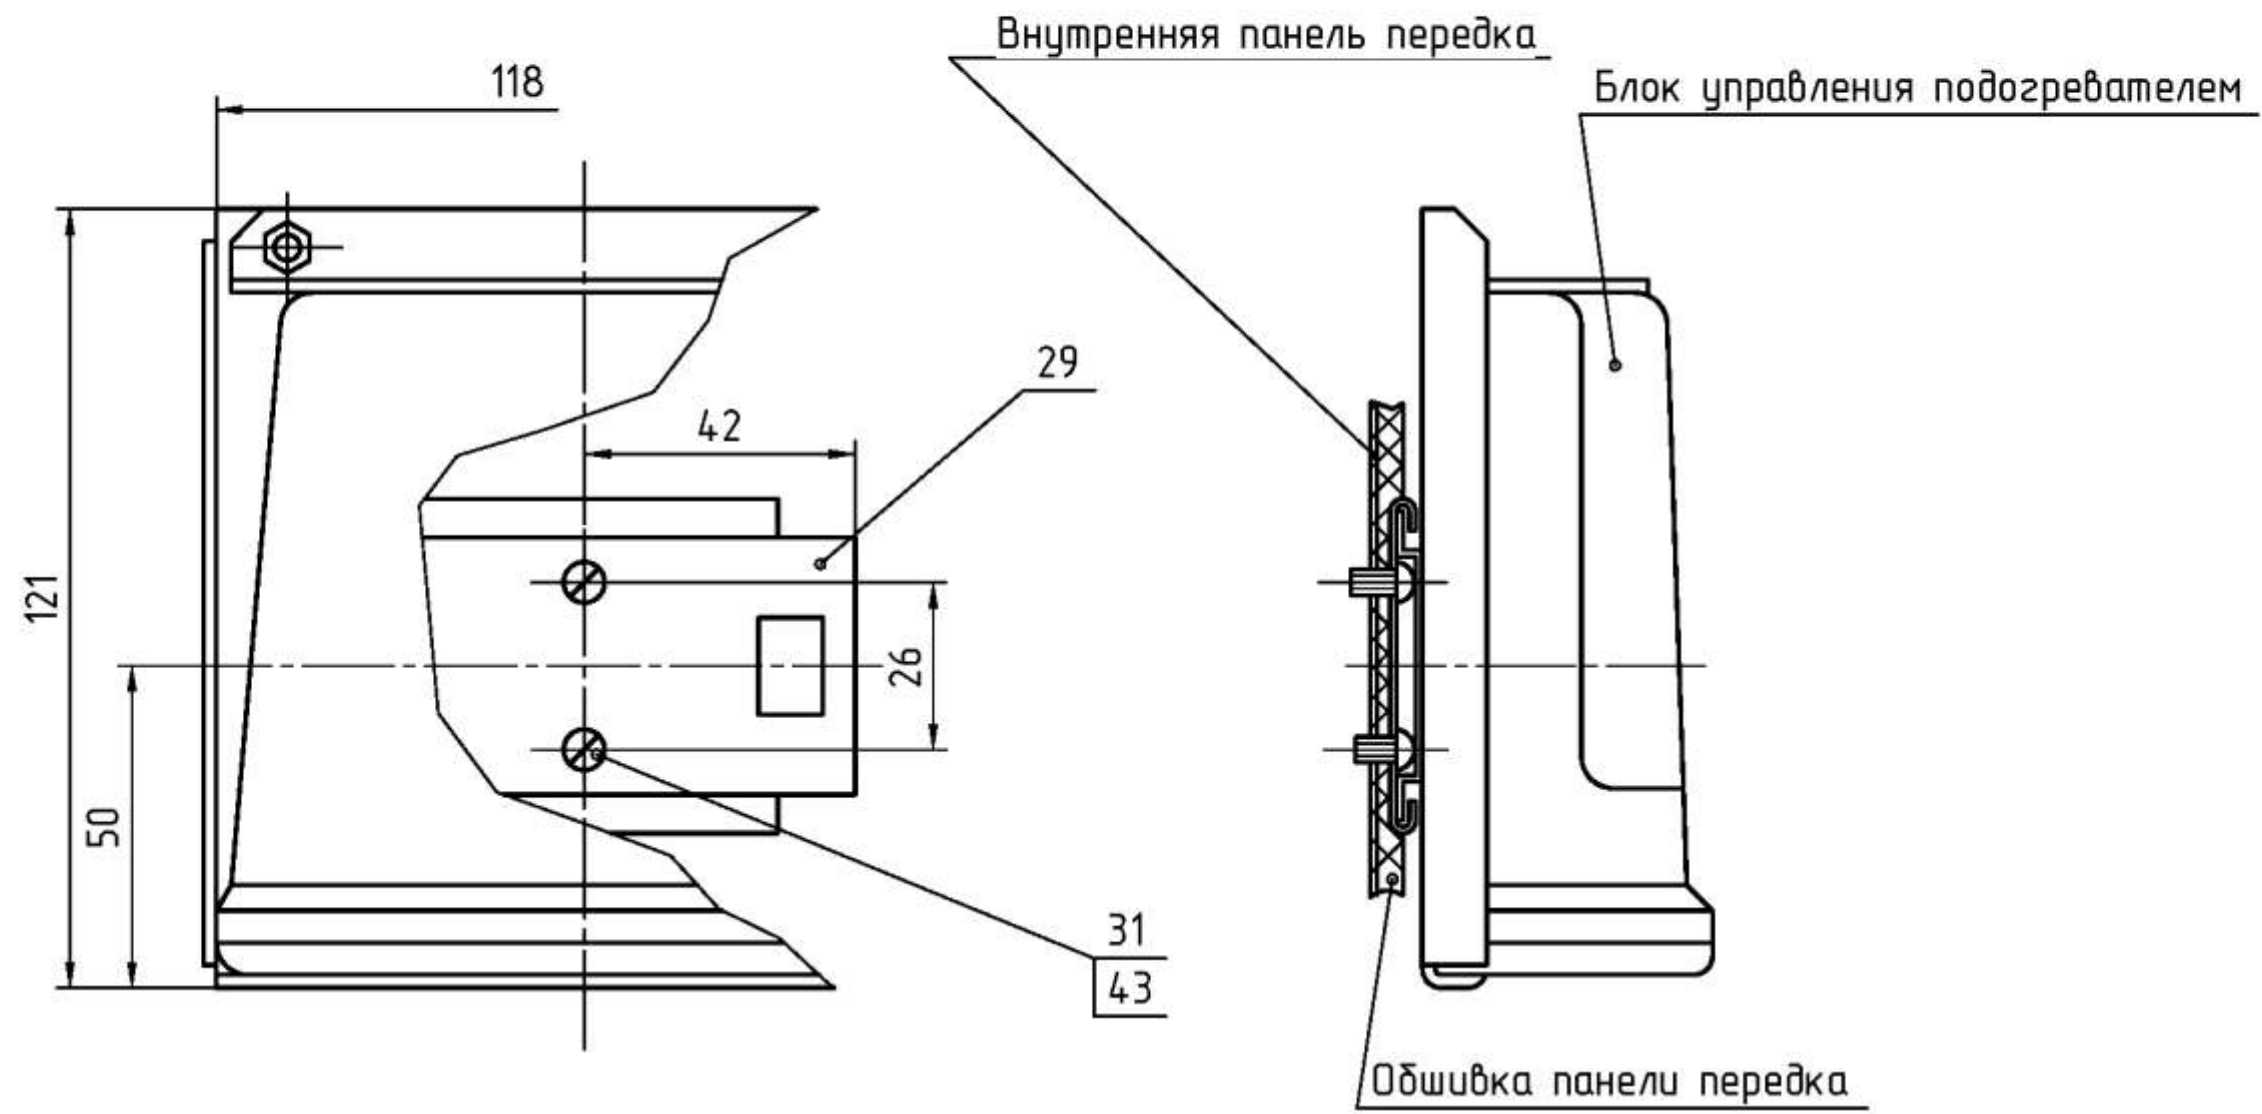

Рисунок 8-Установка блока управления подогревателем.
3.4.2 Перед установкой блока управления (рисунок 8), выполнить отверстия во внутренней панели передка и обивки, для установки кронштейна поз.29, винтами поз. 31 на который фиксируется блок управления.